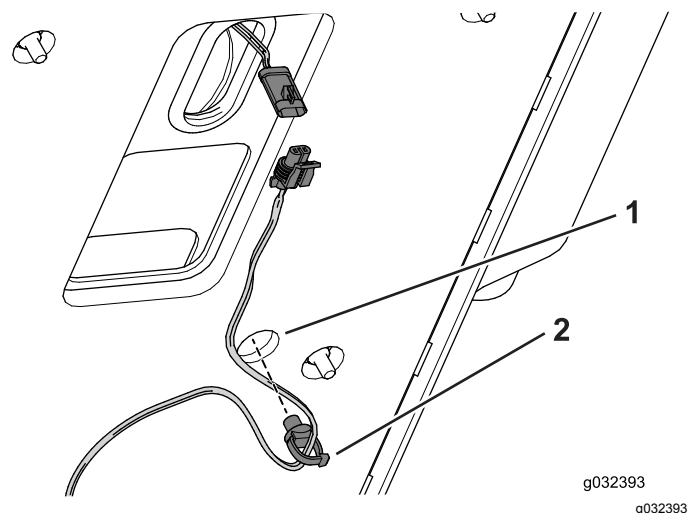

Figure 7
6. Rattachez le serre-câble au fond de la plate-forme du siège (Figure 7).
7. Branchez le contacteur du siège au faisceau de câblage (Figure 7).